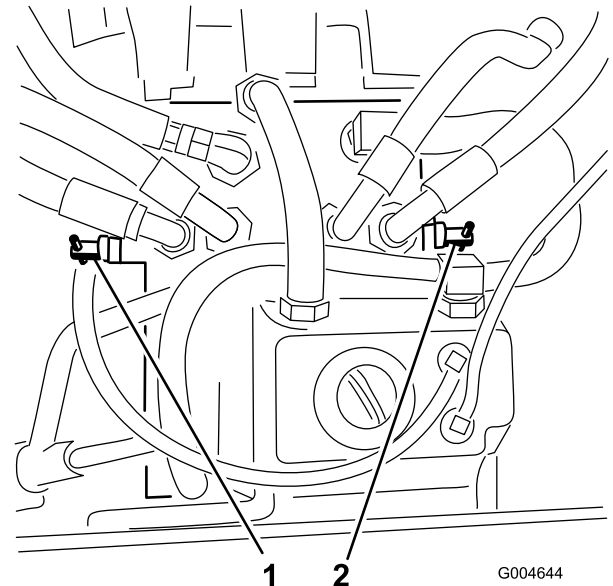

Figura 25
2. Localice las válvulas de desvío (Figura 25) y gire cada válvula de desvío una vuelta en sentido antihorario.
4. Cierre las válvulas girando cada válvula una vuelta en sentido horario (Figura 25).